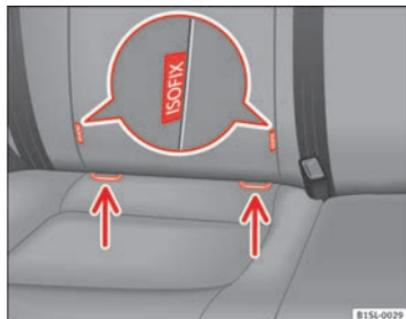

Fig. 53 En el asiento del vehículo: Variantes de identificación de los puntos de anclaje inferiores para asientos para niños.
- Encaje el asiento para niños en las anillas de sujeción ⇒ fig. 53, en el sentido de la flecha. El asiento para niños debe encastrar de forma segura y audible.
- Coloque el asiento para niños sobre la banqueta y enganche los ganchos de los cinturones de fijación en las anillas de fijación ⇒ fig. 53.